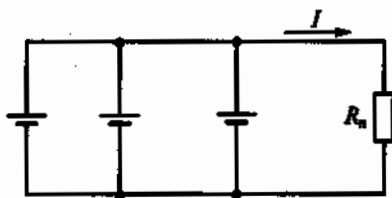

Рис. 7
1.14. Какой будет ток I в цепи батареи, образованной параллельным соединением трех одинаковых гальванических элементов (рис. 7) и питающей нагрузку с сопротивлением $R_n = 14$ Ом, если ЭДС каждого гальванического элемента $E = 1,5$ В, а внутреннее сопротивление $R_0 = 3$ Ом?